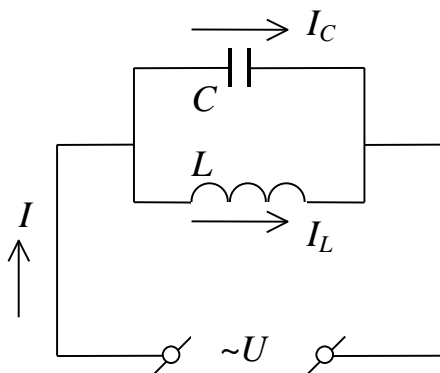

Рис.3
**Резонанс токов.** Рассмотрим разветвленную цепь, содержащую индуктивность и емкость, включенные *параллельно* с источником переменного тока (рис.3). Напряжение на входе цепи изменяется по тому же закону (2)